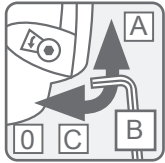

Abb. 35
**Bei einer A 1000 Filterkartusche** stellen Sie die Härte im Fenster auf „0“. Drehen Sie die Sechskantmutter mit einem Inbusschlüssel (Sechskantschlüssel) in Richtung des Pfeils im Fenster, bis „0“ erscheint (Abb. 35).
**Bei einer P 1000 oder P 3000-S Filterkartusche** bietet der Filterkopf drei Einstellungen für mittelhartes Wasser (A), hartes Wasser (B) und sehr hartes Wasser (C). Beachten Sie bitte die folgenden Anweisungen, um die richtige Einstellung für Ihr Wasser vor Ort zu finden. Testen Sie zunächst die Karbonathärte mit dem mitgelieferten Teststreifen.
Ändern Sie die Wasserhärteeinstellung Ihres Wassers. Verwenden Sie dafür einen Inbusschlüssel (4 mm). Drehen Sie den Schlüssel in Pfeilrichtung, bis „C“ im Fenster erscheint. Drehen Sie den Schlüssel gegen die Pfeilrichtung, bis „A“ im Fenster erscheint (Abb. 35).